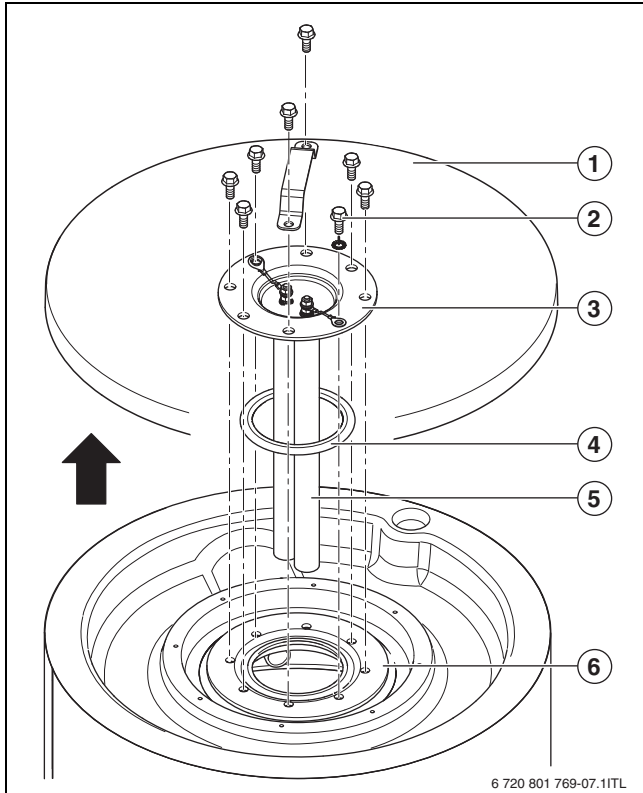
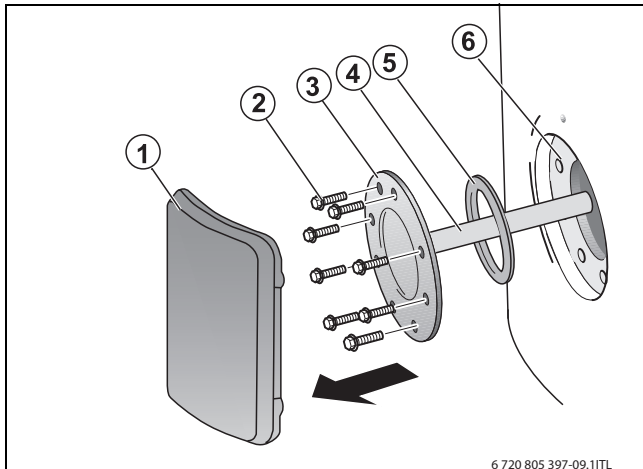

Fig. 17 Desmontar la tapa del registro de acceso manual SU54/5
Fig. 18 Desmontar la tapa del registro de acceso manual SU80/5, SU100/5
- ▶ Retirar la tapa del revestimiento PS (SU54/5) (→ fig. 17, pág. 32, [1]) o el recubrimiento de la tapa del registro de acceso manual (SU80/5, SU100/5) (→ fig. 18, pág. 32, [1]) del acumulador de agua caliente.
- Desmontar la tapa del registro de acceso manual (→ fig. 17, pág. 32) si aún no se ha hecho.